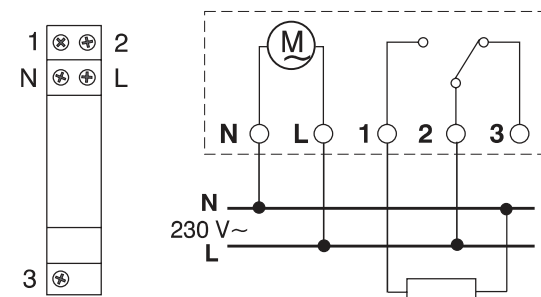

fig. 2
- conectar la alimentación 230V~ a los bornes N y L (fig. 2)
- Conectar el dispositivo a los bornes 1 - 2 - 3 (fig. 2)